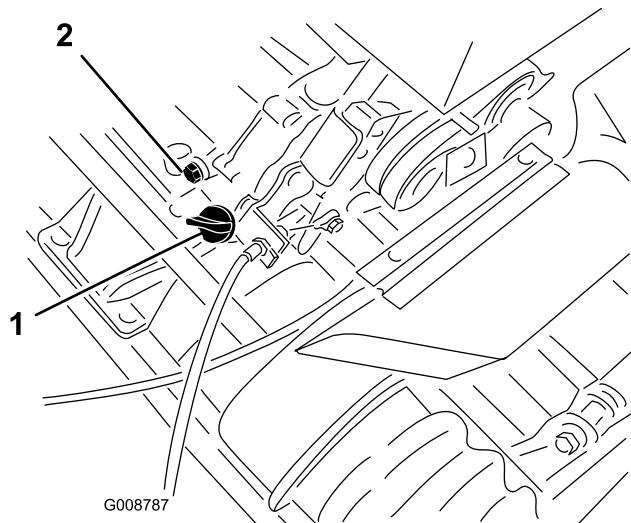

Рисунок 26
- Установите газонокосилку так, чтобы двигатель располагался горизонтально, и очистите зону вокруг масломерного щупа (Рисунок 26).
- Поместите сливной поддон под сливную пробку в задней части магниты (Рисунок 26).